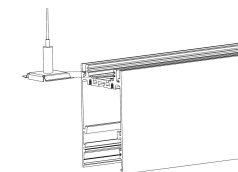

Рисунок 2
- Установите комплект подвесов (дюбели и установочные саморезы подбираются самостоятельно в зависимости от монтажной поверхности и не входят в комплект поставки. Монтажное отверстие в крепежной втулке для подвеса имеет диаметр 5мм и рассчитано для самонарезных винтов с потайной головкой. Нагрузка на трос составляет не более 10 кг и определяется весом светильника) в паз на верхней части корпуса светильника (Рисунок 2);